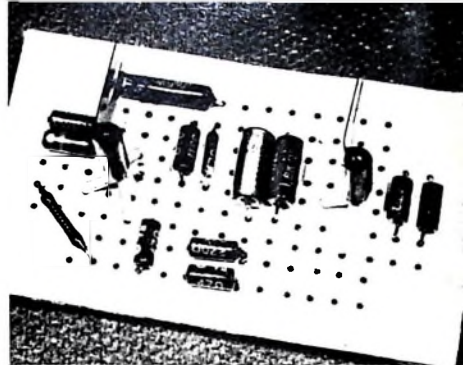

Bild 3. Aufbau des transistorisierten Schmitt-Triggers auf einem Experimentierchassis
Für Versuchszwecke kann man das Gerät auf dem Experimentierchassis (Abmessungen 80 x 50 mm, Lochabstand 5 mm) aufbauen (Bild 3). Die Verdrahtung ist im
Bild 3. Durchlaßkurve mit flat-top (links) und mit runder Kuppe (rechts). a) Empfang des unteren Seitenbandes US; b) Empfang des unteren Seitenbandes US und des Trägers Tr, richtig abgestimmt; c) Empfang von US und Tr bei falscher Abstimmung
Mit einer Durchlaßkurve nach Bild 3 und maximalem S-Meter-Ausschlag beim Maximum der Durchlaßkurve ergibt sich im Lautsprecher und am S-Meter folgendes: Das S-Meter zeigt beim Auftauchen des unteren Seitenbandes US im höherfrequenten Teil der Durchlaßkurve einen verhältnismäßig kleinen Ausschlag und pendelt je nach Modulationsinhalt hin und her. Im Lautsprecher ist dabei ein mehr oder weniger unverständliches Geraune zu hören: Man empfängt ein Seitenband ohne Träger Tr und ohne Hilsträger (Bild 3a). Da für die Demodulation die Bezugsfrequenz fehlt, besteht keine oder nur eine geringe Verständlichkeit.
Gelangt auch der Träger in den Durchlaßbereich (Bild 3b), dann wird der Modulationsinhalt verständlich. Die Modulation klingt, entsprechend der Durchlaßbandbreite des gewählten Beispiels von 3 kHz, hell. Das S-Meter zeigt bei einer runden Durchlaßkurvenkuppe (rechte Kurven in Bild 3) noch nicht ganz den Maximalwert des Trägers an. Bei einem „flat-top“ (linke Kurven in Bild 3) wird dagegen bereits jetzt der Maximalausschlag erreicht und bei einwandfreier Amplitudenmodulation beibehalten. Erscheint auch das zweite Seitenband (OS) im Durchlaß-